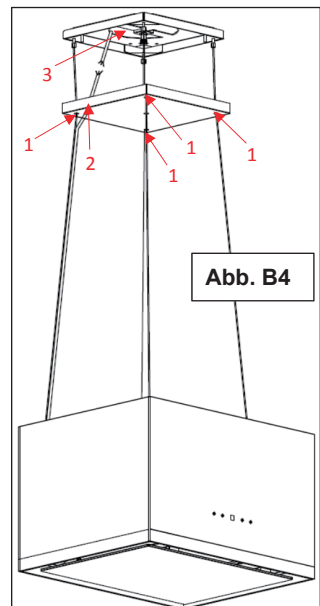

Abb. B4
6. Führen Sie die 4 Drahtseil durch die Löcher **1** in der Montageplatten-Abdeckung und das Gerätekabel durch das Loch **2**. Dann führen Sie das Gerätekabel durch die Aussparung **3** in der Montageplatte. (Abb. B4)